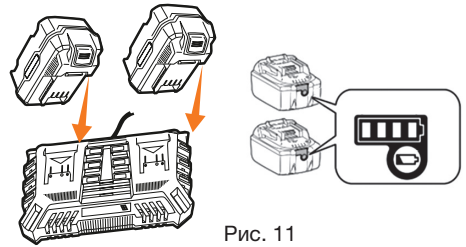

Рис. 11
1. Включите в сеть зарядное устройство, при этом на нем загорится индикатор зеленым светом, вставьте аккумуляторы в зарядное устройство (Рис. 11).